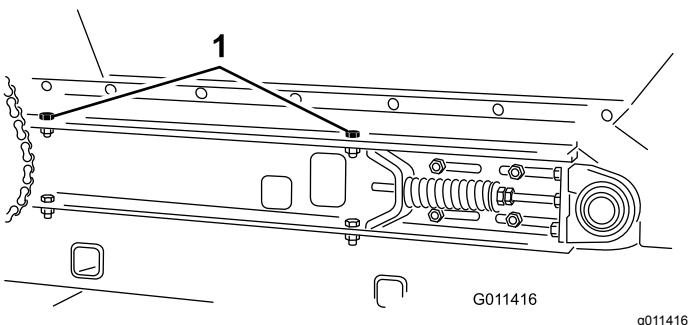

Figura 32
4. Rimuovete le 2 viti a testa cilindrica, le rondelle e i dadi su ciascun lato della macchina, fissando la tramoggia al pianale scorrevole (Figura 32).